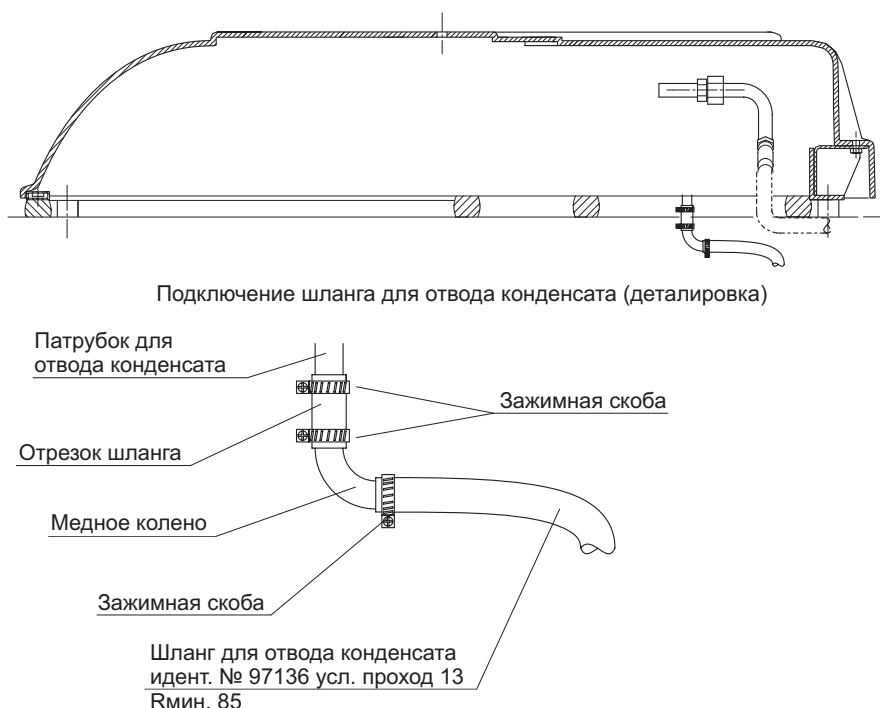

Рис. 412 Подключение шланга для отвода конденсата
3. Шланг для отвода конденсата следует прикрепить, согласно Рис. 412, к патрубку с помощью зажимной скобы вдоль шлангов подачи хладагента, провести его вниз. В подходящем месте, но не в непосредственной близости от глушителей шума, возникающего при выбросе выхлопных газов, шланг для отвода конденсата следует вывести наружу. Радиус изгиба шланга R не должен быть меньше 85 мм.